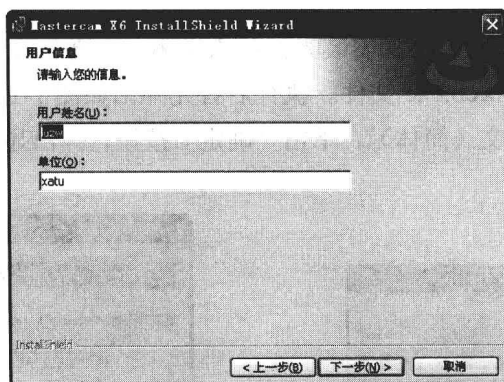

图 1-5 “用户信息”界面
STEP 05 选中“我接受该许可证协议中的条款”单选钮，单击“下一步”按钮，弹出如图 1-5 所示的“用户信息”界面。